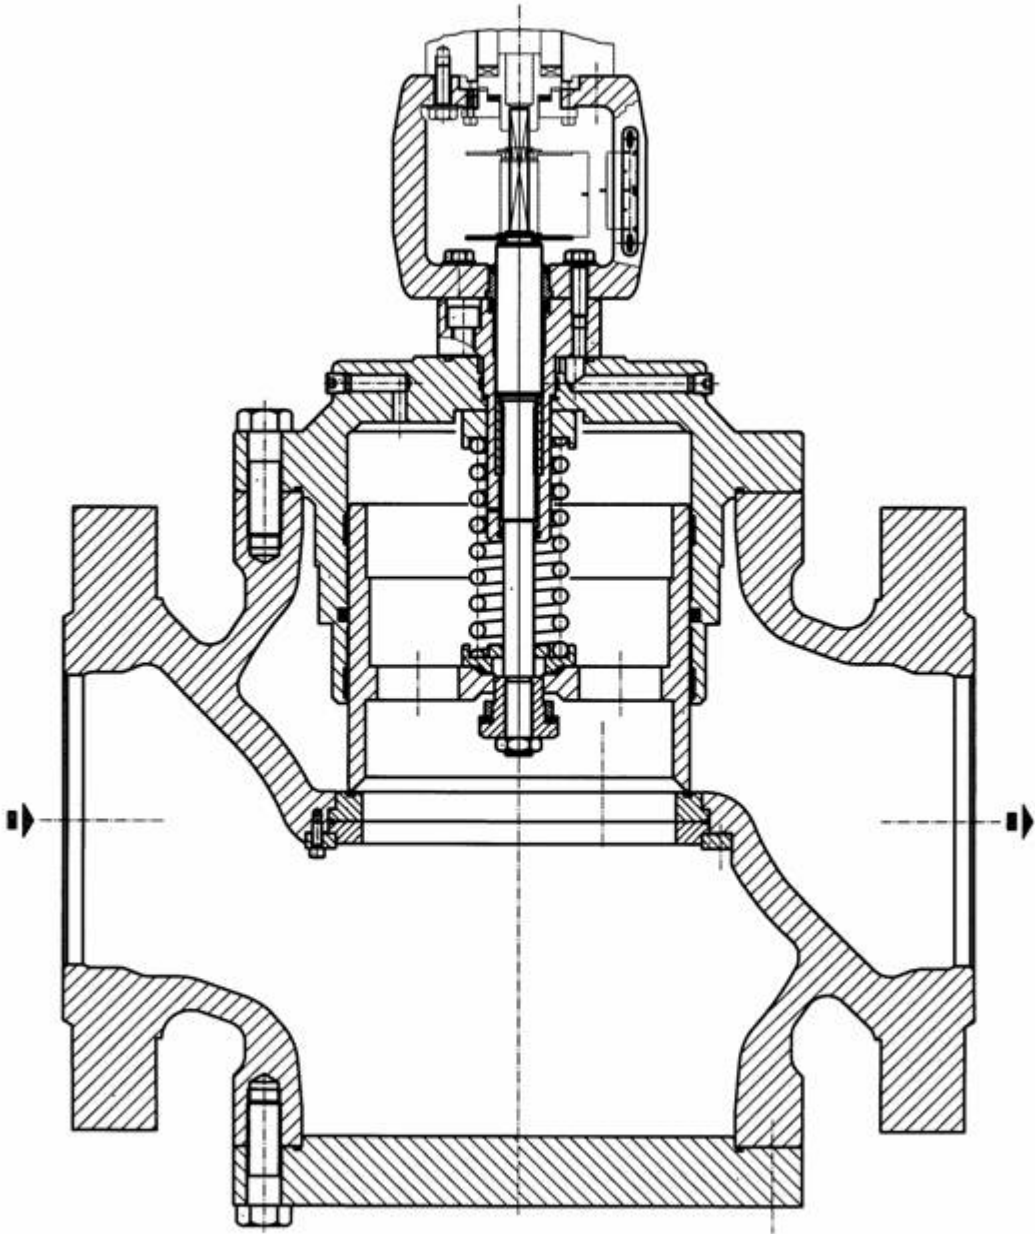

Figura 2
**SINCROFLUX** ( a comando elettrico , vedi figura 2 ).